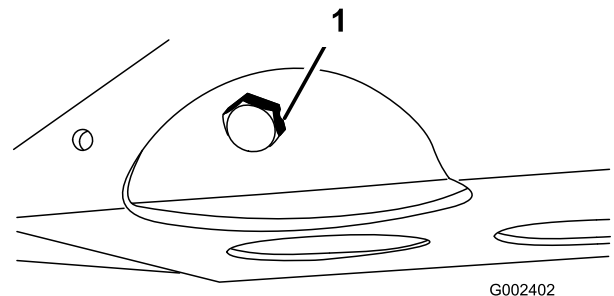

Figura 47
2. Retire o tampão de escoamento (1) e deixe o óleo escorrer para um recipiente adequado (Figura 47). Quando o óleo parar, volte a montar o tampão de escoamento.